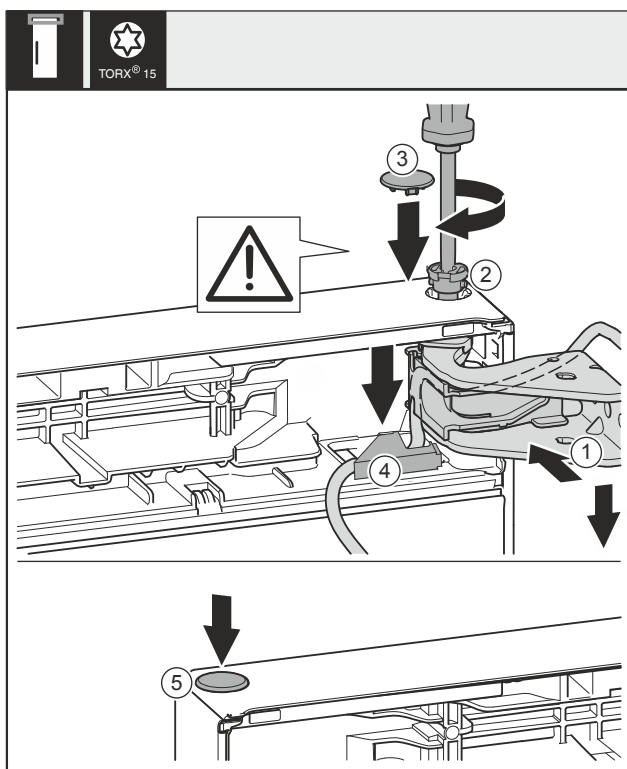

Fig. 45
- Poravnajte gornja vrata prema otvoru u podlošku ležaja Fig. 45 (1).
- Umetnite svornjak Fig. 45 (2) i pritegnite ga odvijačem.
- Montirajte sigurnosni pokrov radi osiguravanja vrata: Umetnite sigurnosni poklopac Fig. 45 (3) i provjerite naliže li na vrata. U suprotnom potpuno umetnite svornjake.
- Umetnite poklopac Fig. 45 (4) i pritisnite ga prema dolje dok se ne uglati.
- Umetnite čep Fig. 45 (5).